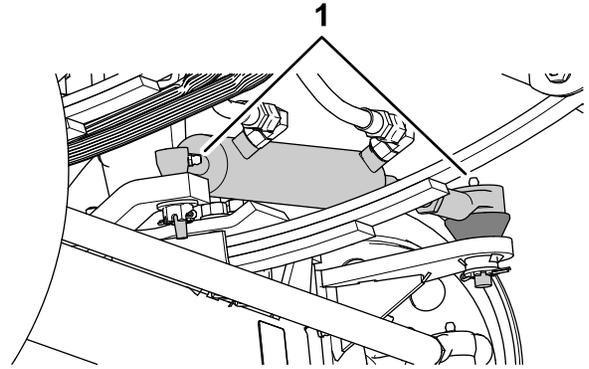
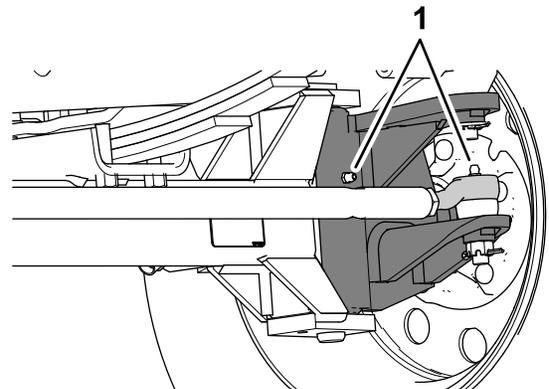

Figura 62
Figura 63
1. Limpie los engrasadores (Figura 62 y Figura 63).
2. Bombee grasa en los engrasadores (Figura 62 y Figura 63).
Nota: La ubicación de los engrasadores se indica en Figura 62.